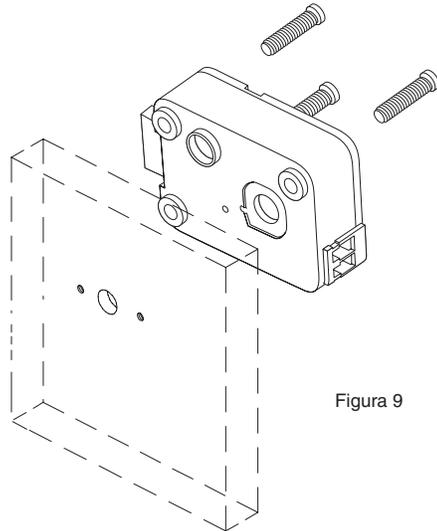

Figura 9
4. Monte la cerradura con los tres tornillos US 1/4-20 (métrica M6X1). El par recomendado para apretar los tornillos de la cerradura de pestillo oscilante es 30 libras x pulgada (3,4 N•m) (figura 9).